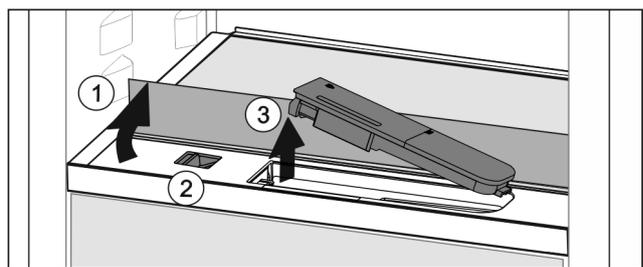

Fig. 152
- ▶ Soulever la tablette et la rabattre vers l'arrière jusqu'à la butée Fig. 152 (1).
- ▶ Pousser le curseur Fig. 152 (2) vers la gauche.
- ▶ Sortir le filtre à eau Fig. 152 (3).